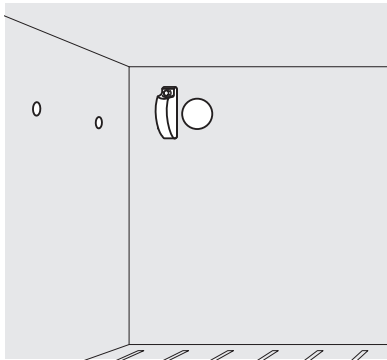

figura 1
4. Use una espátula de plástico para quitar los tapones del interior del compartimento del congelador. Vea la figura 1.
5. Quite la cubierta del conector del arnés, en donde se va a conectar la máquina de hielo; para ello retire el tornillo de cabeza hexagonal de 1/4". Vea la figura 1.